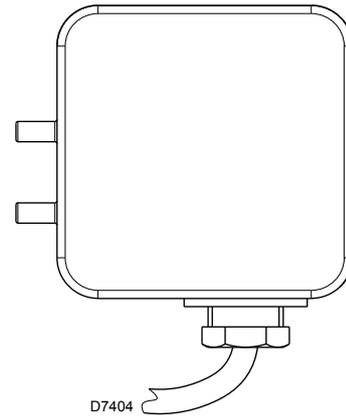

Fig. 23
- Regolare il pressostato aria (Fig. 23) ad inizio scala.
Eseguire la regolazione del pressostato aria dopo aver effettuato tutte le altre regolazioni del bruciatore con il pressostato aria (Fig. 23) regolato a inizio scala.